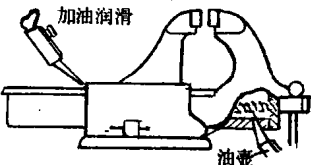

图 1-8
⑤ 螺母、丝杠及滑动表面应经常加润滑油,保证台虎钳使用灵活(图 1-8)。